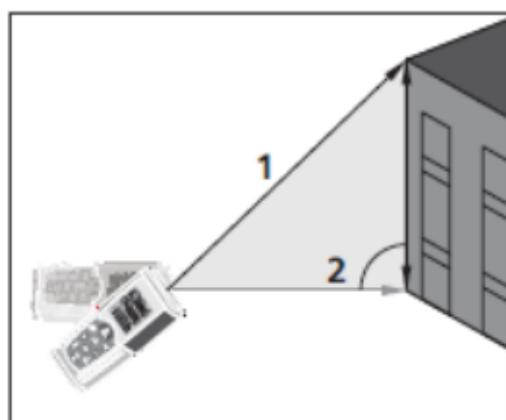

Fig. 7 : Exécution mesure Indirecte à 2 points
3. Placer l'instrument dans le point le plus haut (1) de la mesure (voir Fig. 7) et appuyer sur la touche  pour exécuter la mesure. Le résultat est affiché au premier écran partiel. Le symbole «  » s'affiche à l'écran avec côté « 2 » clignotant.
4. Placer l'instrument de la façon la plus horizontale possible (2) de la mesure (voir Fig. 7) et appuyer sur la touche  pour exécuter la